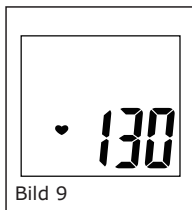

Bild 9
- Die Pumpe hört auf zu pumpen, wenn der Druck allmählich nachlässt. In dieser Phase wird der Blutdruck und Puls des Nutzers, wie in Bild 9 gezeigt, berechnet.